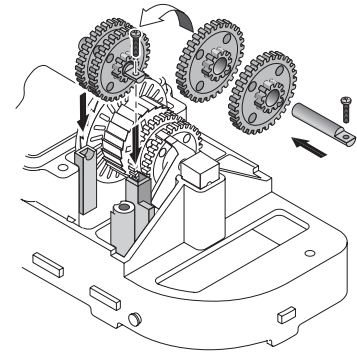

Figura 30
4. Vuelva a instalar el eje corto de engranaje, el tornillo empotrado y los dos engranajes (Consultar la Figura 30); los pequeños piñones de engranaje y el tornillo empotrado del eje van al costado hacia el extremo del limpiador - alejados de la caja del oscilador. Verifique que los piñones se engranen en los engranajes en el eje largo de engranaje.